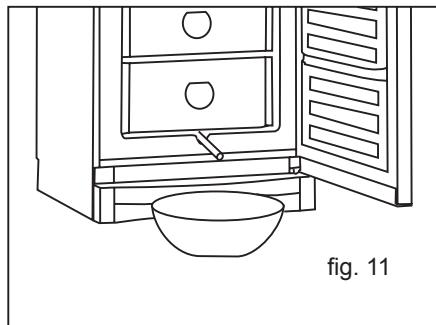

fig. 11
3. Træk tøvandsafløbsforlængeren nederst i skabet ud og sæt en skål under (fig. 11). Er tøvandsafløbsforlængeren fastfrosset, læg da en klud vædet i varmt vand ovenpå i et par minutter.